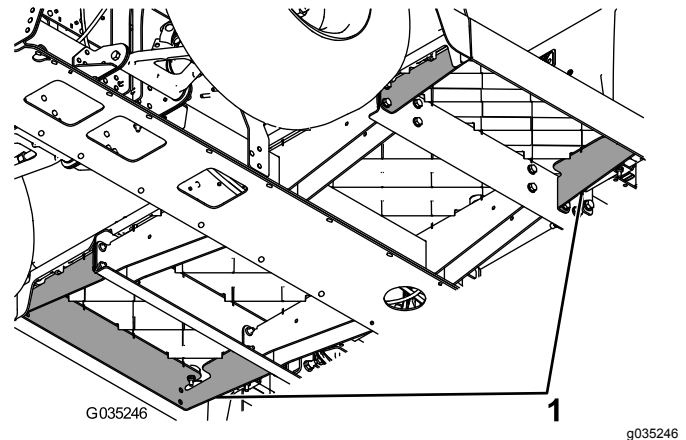

Figura 4
3. Rimuovete uno dei supporti del pianale esistenti (Figura 4).
- Rimuovete l'altro supporto del pianale esistente (Figura 4).